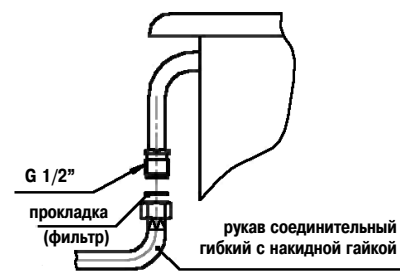

Рис.3 Подсоединение гибким газовым шлангом с накидной гайкой
**Подсоединение гибкой металлизированной трубой или гибким присоединительным шлангом с накидной гайкой (рис.3)**
Гибкая металлизированная труба подсоединяется к тому же выводу с наружной резьбой G1/2 . Используйте только трубы и прокладки, соответствующие национальным стандартам. Полная длина трубы не должна превышать 2000мм. После подсоединения удостоверьтесь, что труба не касается движущихся предметов и не пережата. Подсоединение см. рис. 3.
Если плита имеет устройство автоматического контроля пламени горелок стола или духовки при подсоединении необходимо установить фильтр (входит в комплект поставки), как указано на рис.3, 4.